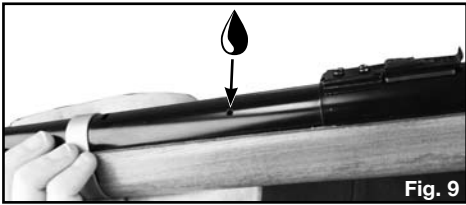

Fig. 9
- Su arma de aire comprimido funcionará correctamente por más tiempo si la lubrica cada 250 disparos. Coloque una gota de aceite para perdigones BB Crosman 0241 Pelgunoil® en el conducto tal como se muestra (fig. 9). NO use aceite de destilado de petróleo ni solvente, y NO lubrique en exceso, ya que esto puede causar daños en el arma de aire comprimido.